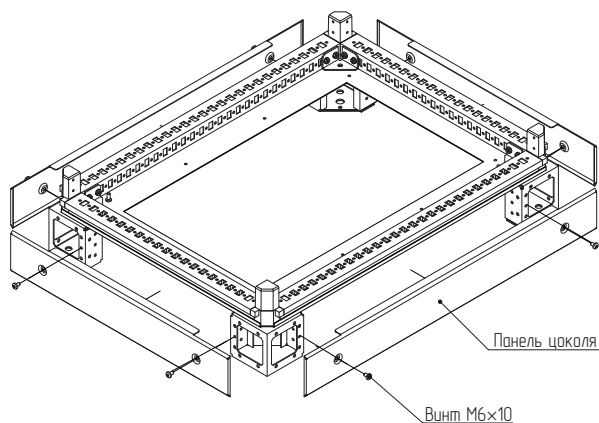

Рисунок 6
4.1.8 Установить панели цоколя на углы цоколя и зафиксировать с помощью винтов M6×10 (рисунок 6). Момент затяжки – 7 Н·м.